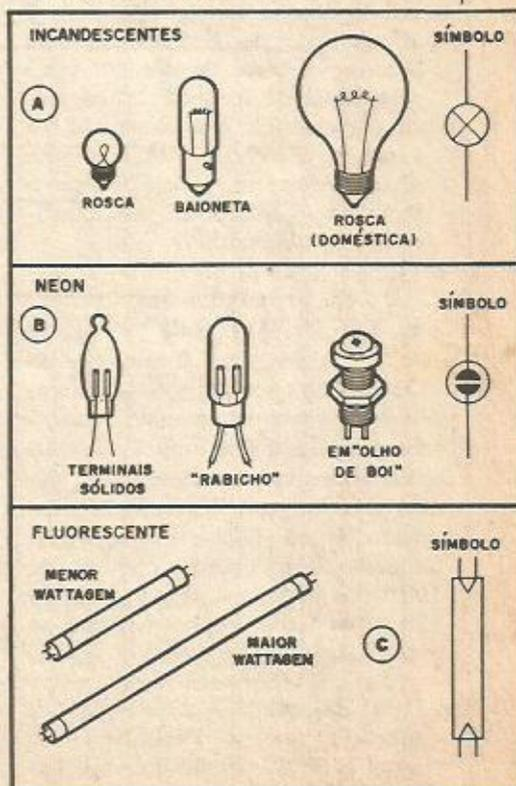

Fig. 1
- FIG. 1 - LÂMPADAS INCANDESCENTES - As mais utilizadas no dia-a-dia! Estão aí, no teto da sua sala, nos faróis dos automóveis, no refletor da sua lanterna de pilhas, etc. São normalmente construídas de maneira muito simples (e por isso são - geralmente - as mais baratas "fontes de luz"...): um bulbo ou ampola de vidro (a forma, em si, não é muito importante, e pode variar, assim como o tamanho...) contendo um FILAMENTO metálico (geralmente de tungstênio) ligado, externamente ao bulbo, a contatos metálicos (de formas diversas) através dos quais podemos fornecer CORRENTE ao dito FILAMENTO. Esse filamento apresenta uma certa RESISTÊNCIA que, ao ser percorrida pela CORREN-
- FIG. 1-B - LÂMPADAS DE GÁS - As mais comuns, em Eletrônica, lâmpadas de gás (por ionização) são as lâmpadas de NEON, também construídas industrialmente de maneira simples: num bulbo de vidro (geralmente de pequenas dimensões...) é feito vácuo (retira-se o ar de lá) e introduz-se, sob baixa pressão, gás Neon. No interior do bulbo ou ampola, são dispostos dois eletrodos metálicos, externamente acessíveis através de terminais ou fios (ou ainda "rosca", "baioneta", etc.). Assim que aplicada certa tensão (normalmente um mínimo que vai de 50 a 90 volts) o gás nobre (Neon) contido do interior da lâmpada, e que inicialmente não era condutor, ioniza-se (entra em "ignição") permitindo a passagem de corrente, sob a qual emite uma luminosidade amarela ou alaranjada característica (outros gases, quando ionizados, emitem luminosidade em outras cores...). Na figura temos alguns dos "modelos" mais comuns de lâmpadas de Neon, da esquerda para a direita: lâmpada mini, com terminais sólidos, mini, com terminais em "rabicho" (fios flexíveis isolados) e mini, já encapsulada em "olho de boi" (pequeno receptáculo, com vidro ou plástico difusor à frente). Ainda na figura, temos o símbolo adotado para representação das lâmpadas de Neon, nos "esquemas" de circuitos.